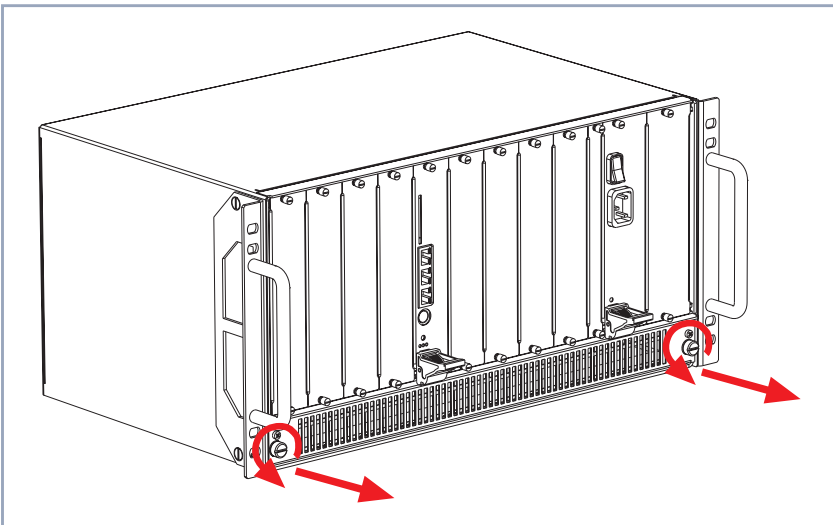

Bild 1-1: Lösen der Schrauben und Entfernen der Lüfterkassette
- Lösen Sie die beiden großen gerändelten Schrauben der Lüfterkassette, indem Sie die Schrauben gleichzeitig drücken und nach links drehen, bis sich die Schraube aus ihrer Position löst, siehe Bild 1-1, Seite 8.